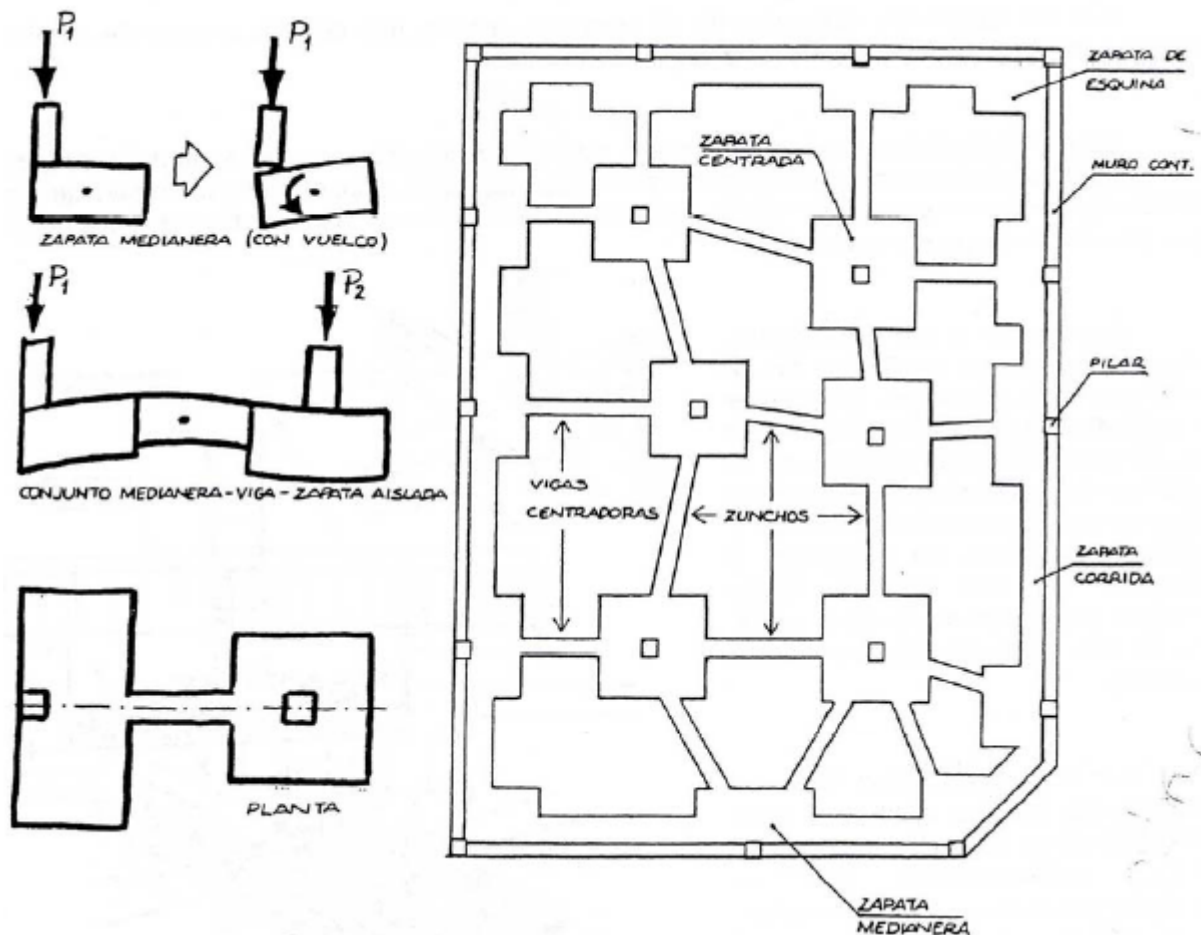

Figura 2
- Ver (Figura 2)
Aparte de estas vigas centradoras, existen las **vigas riostras, vigas de atado o zunchos de atado**, que son elementos de menor sección que las vigas centradoras cuya misión es unificar a toda la cimentación ante los posibles asientos diferenciales del terreno debido a su heterogeneidad. Ver (Figura 2).
Esta tipo de cimentaciones aparecen en los edificios, bien en las esquinas en que concurren dos medianeras o bien en las que concurren una medianera y una fachada en límites de vía pública. Son por tanto muy frecuentes en construcciones urbanas y en ciertos tipos de construcciones industriales. Ver (Figura 2).